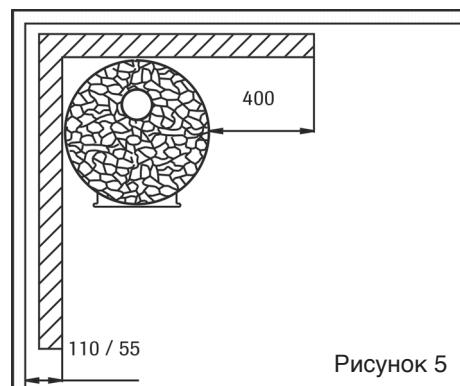

Рисунок 5
5. Кирпичная кладка толщиной 55 мм, имеющая открытые края и расположенная на расстоянии не менее 30 мм от изолируемой поверхности, соответствует лёгкой одинарной изоляции. Лёгкой двойной изоляции соответствует кирпичная кладка 110 мм, соответствующим образом отдаленная от защищаемой поверхности. (См. Рисунок 5)